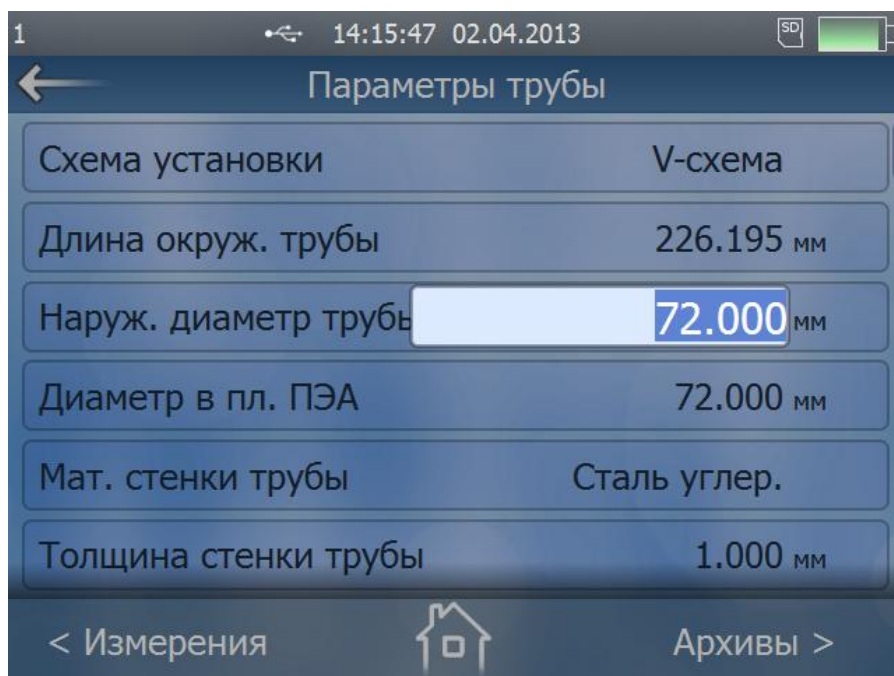

Рис.5. Пример индикации установки числовых значений параметра «Наруж. диаметр трубы» меню «Параметры трубы»
3.2.2. Если изменение значения параметра должно производиться путем набора нового цифрового значения, то текущее значение параметра заключается в синий прямоугольник на светло-сером фоне, а цифры меняют цвет на белый (рис.5), при этом общий фон дисплея прибора затемняется. Ввод абсолютно нового числа может быть произведе-